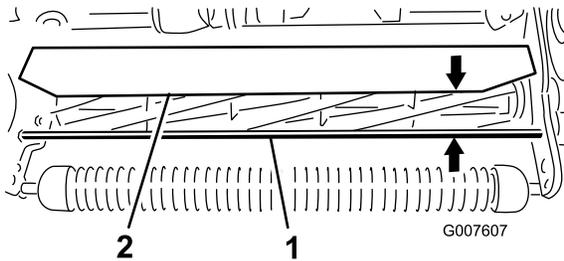

Figura 51
1. Meça a distância da parte superior da barra de apoio da frente à borda frontal do resguardo em cada extremidade da unidade de corte (Figura 51).